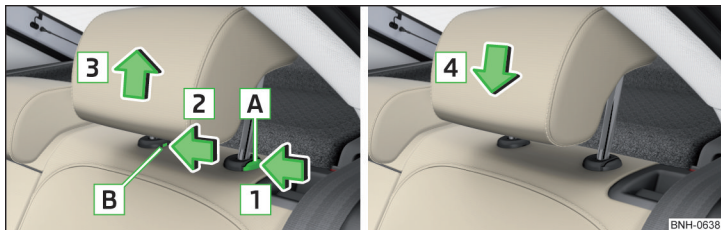

Fig. 72 Scoaterea/introducerea tetierei din spate
- » Pentru **scoatere**, mențineți butonul de siguranță **A** în sensul săgeții **1**, în același timp cu o șurubelniță plată (cu lățimea de maxim 5 mm), apăsați butonul de siguranță în deschiderea **B** în sensul săgeții **2** și scoateți tetiera în sensul săgeții **3** » fig. 72.